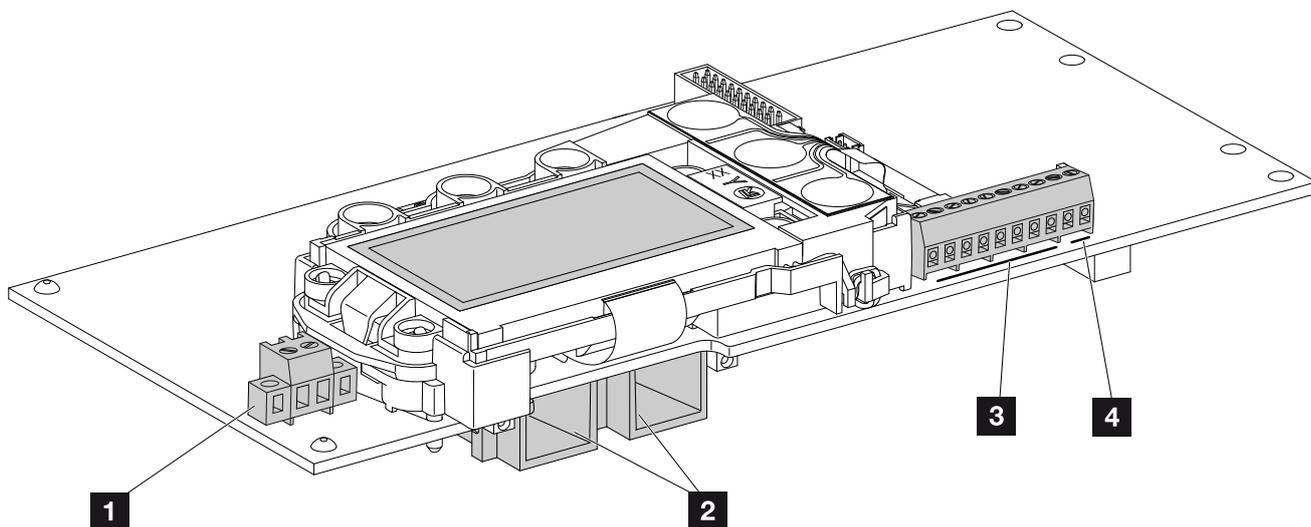

Fig. 38: componenti della comboard
6. Inserire le prese e i connettori delle stringhe CC sull'inverter.  **Fig. 38**